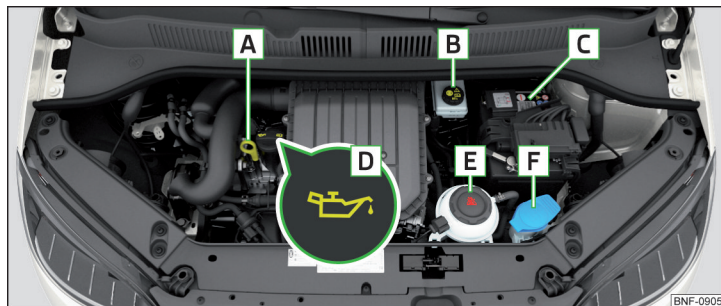

Fig. 139 Eksempel på placering i motorrummet
- Skru dækslet af motoroliepåfyldningsåbningen **D** » Fig. 139 på side 112.